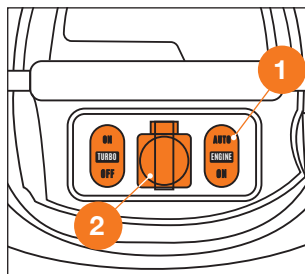

Рис. 15
При использовании пылесоса совместно с электроинструментом, для удаления пыли и стружки, подключите электроинструмент в розетку ②, переведите переключатель «ENGINE» в положение «AUTO» ①. Пылесос начнет работать через несколько секунд после запуска электроинструмента и отключится через несколько секунд после остановки электроинструмента. Для исключения перегрузки электросети не включайте дополнительный режим «TURBO» (Рис. 15).